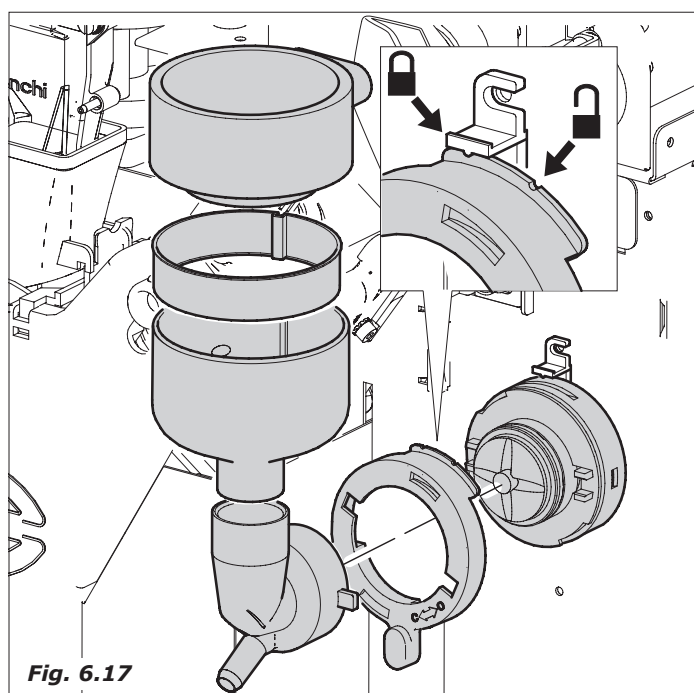
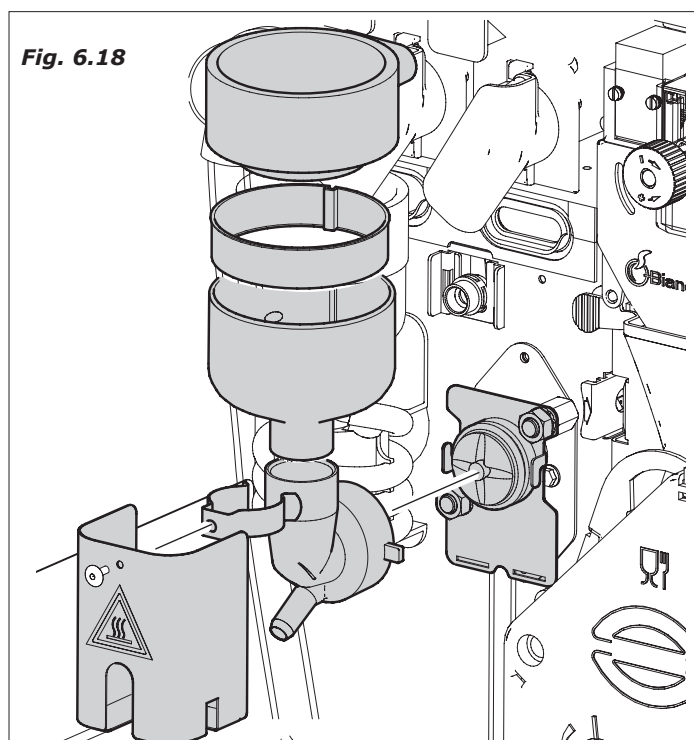

Fig. 6.17
Fig. 6.18
- Rimuovere tutti i convogliatori polveri, imbuto acqua, camere e ventole di frullatura, tubi al silicone ed immergere anche questi particolari nella soluzione preparata (Fig.6.17 -Fig.6.18).